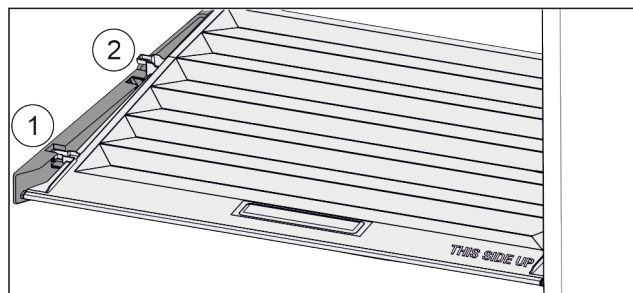

Fig. 21
- ▶ Vytáhněte víko dopředu až k otvoru v přídržných dílech Fig. 21 (1).
- ▶ Vzadu zespodu nadzvedněte a vyjměte směrem nahoru Fig. 21 (2).